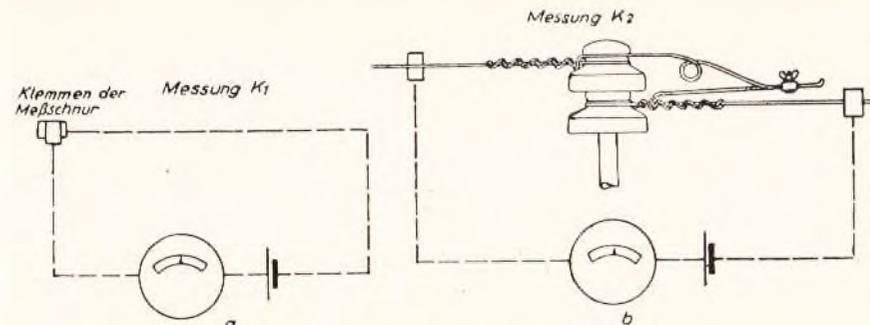

Bild 87. Prüfung einer Untersuchungsstelle.
- Messung nach Bild 87 a, Meßausschlag K_1 merken,
- Messung nach Bild 87 b, Meßausschlag K_2 ablesen.